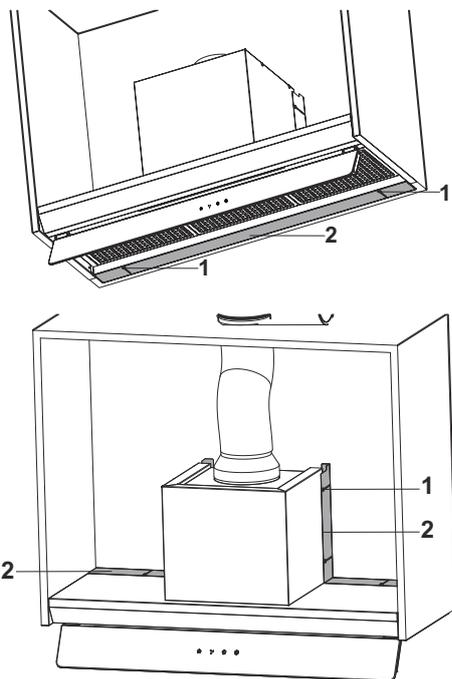

Fig. 18
- 4. ➔ Se c'è spazio tra la cappa e la superficie posteriore, riempire questo spazio con il distanziale montata sull'apparecchiatura (Fig. 18).
Allentare le viti di connessione del distanziale e incollare distanziale spingendolo fino alla parete posteriore. Ripetere questo per altri distanziali sul corpo (Fig. 18).